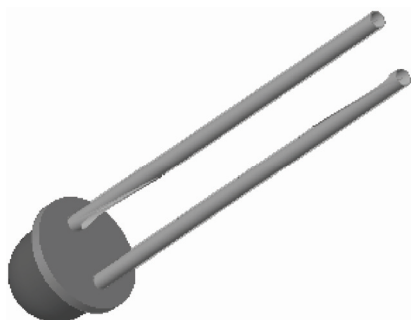

图 6-80 创建扫描混合特征
STEP 08 单击“关闭”面板中的“确定”按钮 ✓，完成截面绘制并退出草绘环境。单击“完成”按钮 ✓，即可创建扫描混合特征，效果如图 6-80 所示。